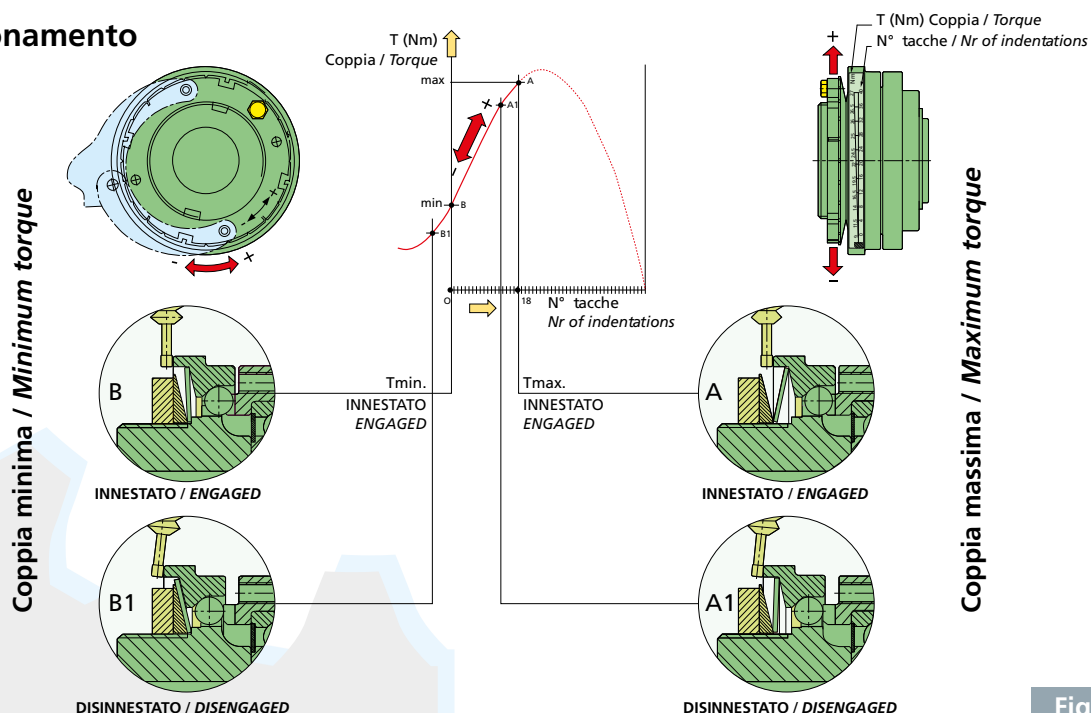

Fig. 1
Durante il servizio normale il limitatore di coppia ZBC - NBC (fig.2) trasmette la coppia dal mozzo (1) alla flangia (3) attraverso la corona di sfere (4) costrette dalla pressione delle molle a tazza (6) sulla flangia mobile (2) dentro sedi ricavate sulle parti (1) e (3). In caso di sovraccarico, quando la coppia richiesta supera il valore preparamo, le sfere sono spinte fuori dalle sedi della flangia (3): le due parti (1) e (3) si sganciano trasmettendo una coppia residua molto bassa, e la parte mobile (2) vincendo la spinta delle molle a tazza (6), aziona l'interruttore (9) che comanda l'arresto di emergenza del motore. Il reinserimento è automatico al valore di coppia preparamo quando il sovraccarico cessa. Nella versione SYNCHRON il reinserimento avviene da fermo o a velocità basse dopo 360° dal distacco, così da rispettare il sincronismo tra la flangia (3) e il mozzo (1). Le molle a tazza lavorano nel solo campo negativo della curva (fig.1) e quindi la ghiera di regolazione (7), ruotata in senso antiorario fornisce un carico crescente alle molle a tazza (6) e quindi una coppia di intervento maggiore. La ghiera (7) è mantenuta in posizione dal bloccaggio della vite di fermo (8). ZBC porta 8 fori filettati di fissaggio e un cuscinetto per servizio pesante, NBC 6 fori filettati di fissaggio e un cuscinetto per servizio leggero.
During normal operations the ZBC - NBC torque limiter (fig.2) transmits the torque from the hub (1) to the flange (3) through a ball crown (4) forced by the pressure of the disc springs (6) on the moving flange (2) into the seats on the two parts (1) and (3). In case of overload, when the torque demand exceeds the pre-set value, both the parts (1) and (3) are disengaged and they transmit only a small residual torque: the balls are pressed out of the indentations of the flange (3), thus pushing the moving part (2) axially against the force of the disc springs (6), and activating the emergency stop switch of the motor (9). The re-engagement is automatic at the pre-set torque when the torque demand drops. The SYNCHRON type re-engages during stoppage or at low speed once per revolution at a reference point and keep the hub (1) and the flange (3) of the torque limiter synchronised. The disc springs are working only in the negative area of their characteristics (fig.1), so the adjustment nut (7), when tightened anticlockwise, provides an increasing axial load to the disc springs (6) and a higher disengaging torque: when the pre-set torque level is reached the nut (7) is locked in position by means of the locking screw (8). ZBC holds 8 fixing threaded holes and a heavy duty bearing, NBC 6 fixing threaded holes and a light duty bearing.